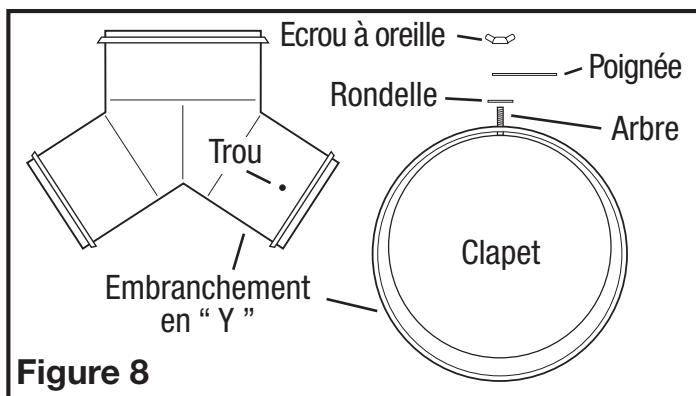

Figure 8
3. Insérez l'arbre du clapet dans le trou perforé à l'étape 2. Placez la rondelle, la poignée et ensuite l'écrou à oreille dans l'arbre (Figure 8).